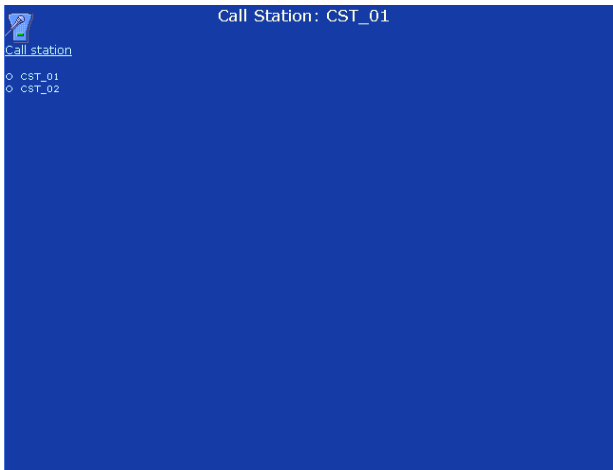

figura 36.30: Zone emergency status, passaggio 1
- 1 Andare a *Configure > Action programming > Call station*. Nella cornice principale dell'interfaccia web appare una schermata simile a quella in figura 36.30.